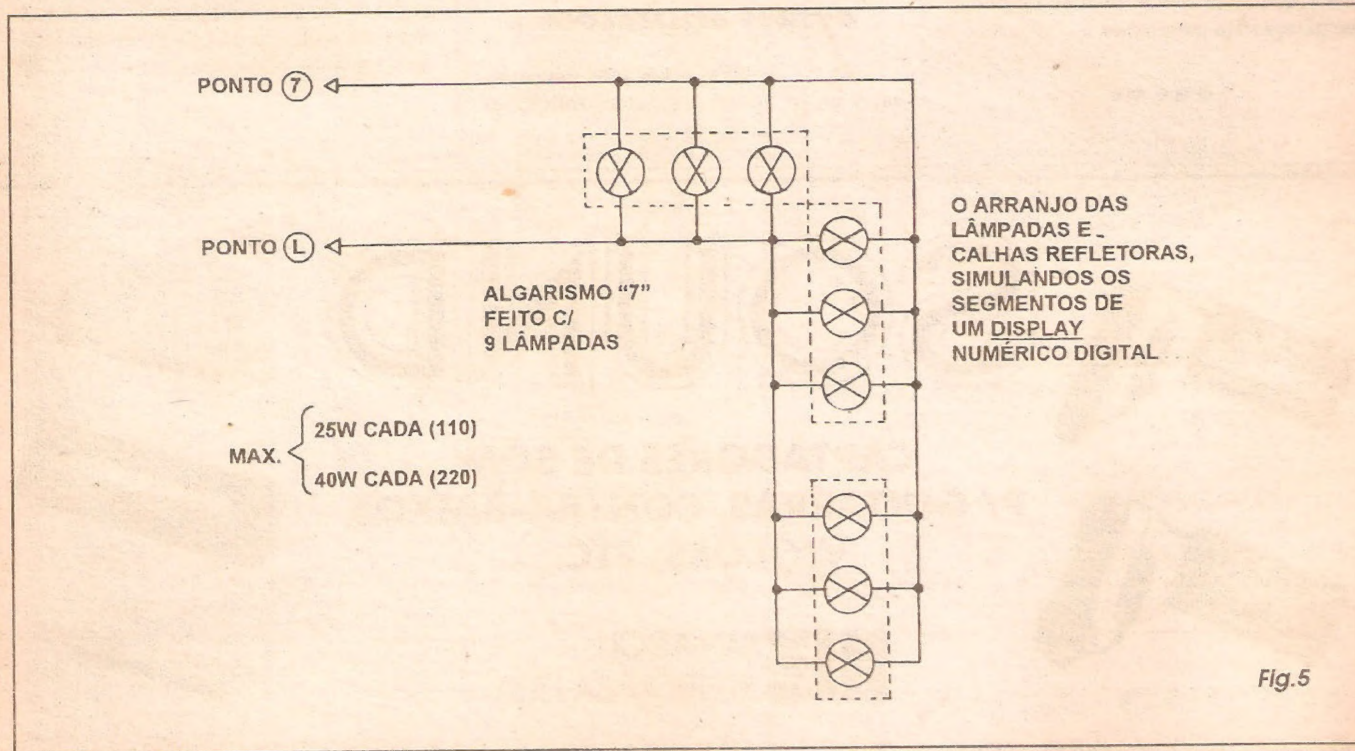

Fig.5
- FIG. 5 - SIMULANDO DÍGITOS NUMÉRICOS NOS CANAIS DO SUROLA... - Ainda devido às largas potências máximas admitidas em cada canal, a possibilidade de se *paralelar* várias lâmpadas em cada saída do SUROLA (desde que a *soma* das suas potências individuais resulte em valor igual ou inferior ao limite - em watts - já indicado...) permite arranjos muito interessantes, em que as próprias lâmpadas *formem dígitos numéricos*, simulando o *desenho* - por exemplo - dos segmentos de um *display numérico digital* convencional, conforme sugere a figura, onde o algarismo "7" é formado por 9 lâmpadas, distribuídas em 3 segmentos de 3 lâmpadas cada...! Na mesma conformação, todos os algarismos, de 0 a 9, podem ser facilmente formados, usando-se eventualmente calhas refletoras para individualizar os segmentos e melhor definir o *desenho digital* dos algarismos... Notar que as potências individuais das lâmpadas, embora naturalmente não muito alta, ao *somar-se* frente à observação de qualquer pessoa, parecerão dar *grande* efeito luminoso, perfeitamente identificável mesmo a muitas dezenas de metros, ao ar livre e à noite...! Com tal disposição é possível - por exemplo - montar um SUPER-ROLETÃO para sorteios públicos até num... estádio de futebol, com perfeita visualização por parte da platéia (desde que as dimensões gerais do *display/roleta* gigante sejam compatíveis com tal intenção...).